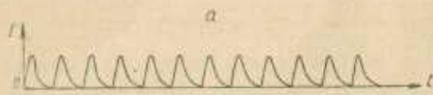

Рис. 1:
1. В режиме «формы посылки — постоянные» аппарат дает следующие виды тока и посылки (рис. 1—7).